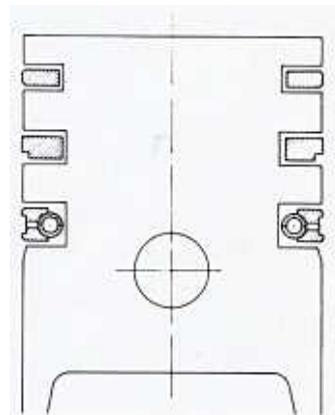

Bild 110
- Der Einbau der Kolben bereitet keine besonderen Schwierigkeiten, doch muss man sorgfältig vorgehen. Zuerst werden die Kolbenringe eingebaut, beginnend mit dem untersten Ring. Der unterste und oberste Kolbenring können in beliebiger Lage eingebaut werden, der unterste (Ölabstreifring) jedoch immer mit seiner eingelegten Feder. Der mittlere Ring muss mit der Fase nach unten eingebaut werden (Bild 110). Die Kolbenringe müssen leicht eingeölt eingebaut werden.